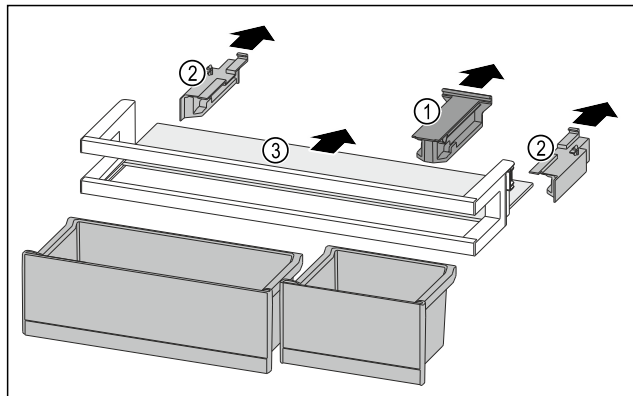

Fig. 140
- Estrarre l'elemento di tenuta Fig. 140 (1).
- Togliere gli elementi laterali Fig. 140 (2).
- Rimuovere il ripiano Fig. 140 (3).